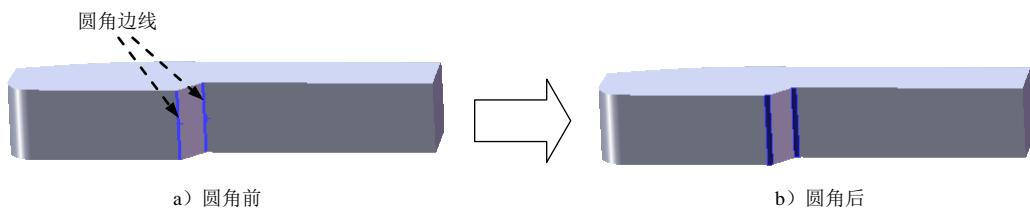

图 12.4.5 圆角 2
Step4. 创建图 12.4.5 所示的圆角 2。
- (1) 选择命令。选择下拉菜单 **插入(I)** → **特征(E)** → **圆角(U)...** 命令（或单击 按钮），系统弹出“圆角”对话框。
- (2) 定义圆角类型。采用系统默认的圆角类型。